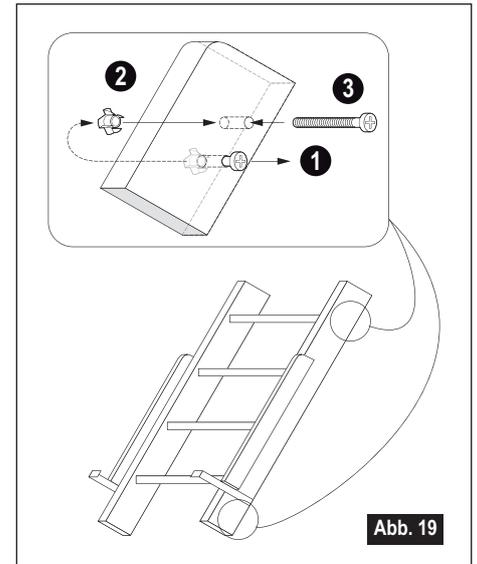

Abb. 19
- Das untere Treppenteil liegt dann nicht in einer Linie mit dem oberen Treppenteil. Senken Sie dann den oberen Treppenteil in den Winkeln mit den Langlöchern um maximal 25 mm ab (Abb.13). Lösen Sie die Schrauben nicht mehr als 360° entgegen dem Uhrzeigersinn! Reicht das nicht aus? Dann gibt es eine EXTRA Verstellbarkeit (Abb.19)
- Verstellen Sie dann die Winkel in den vorgebohrten Löchern der Treppenholme um ein Loch (Abb.19). Verwenden Sie dazu die Einschlagmuttern. Es ist möglich, dass Sie den oberen Teil der Treppe jetzt in den Winkeln wieder nach oben verstellen müssen.